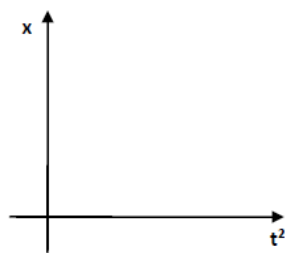

Figura 3. Sistema coordenado para graficar  $x$  en función de  $t^2$ .
7. Coloque los datos de la Tabla II en un nuevo Sistema Coordenado Rectangular, como se indica en la figura 3.